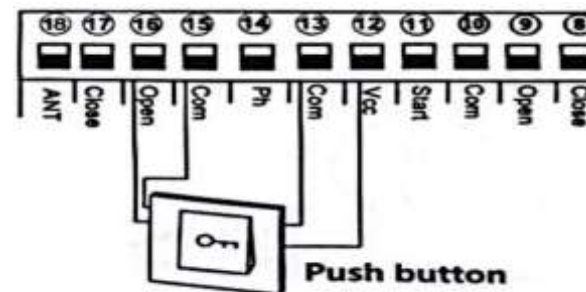

Fig. 12
6.7 Conexión al dispositivo de apertura. (Ver Fig. 12)